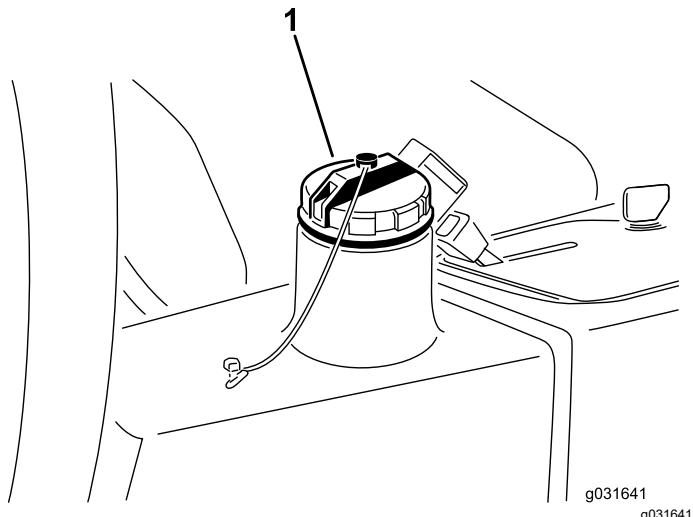

Figura 67
4. Riempite il serbatoio idraulico (Figura 67) con circa 13,2 litri di fluido idraulico; vedere Verifica dell'impianto idraulico (pagina 61).